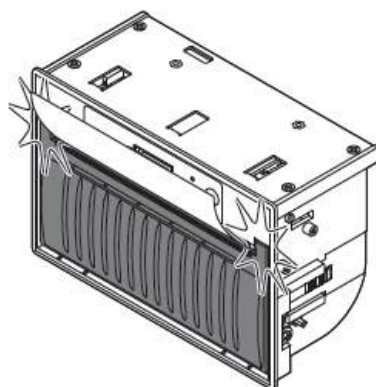

Рисунок 29
2.5.5 Закройте крышку отсека для бумаги. Для этого нажимайте на крышку, пока она не защелкнется. При этом небольшой участок бумаги должен выходить из под крышки принтера (рисунок 29).